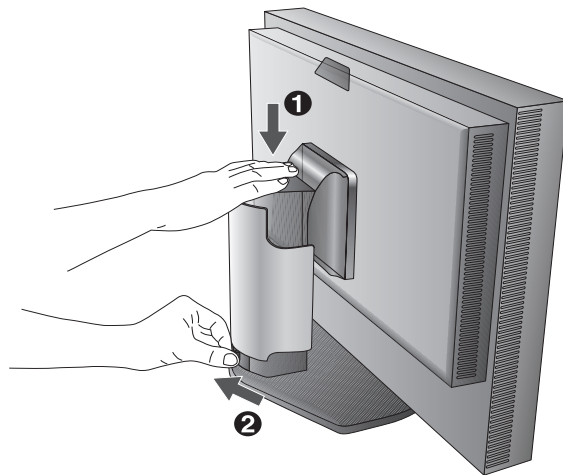

Figura B.1
3. El ajuste de la altura se fija mediante el botón de bloqueo. Coloque una mano en la parte superior de la base del monitor para empujar la pantalla y situarla en la posición más baja. Deslice el botón de bloqueo para desbloquearlo (**figura B.1**).